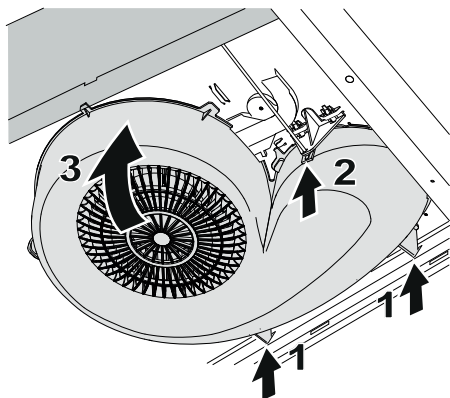

Fig. 7
Sæt blæserhuset tilbage ved at sætte støtten ind i bagkanten på blæseren (1). Sørg for, at spjældakslen placeres rigtigt i blæserhuset (2). Drej blæserhuset opad (3). Fig. 7